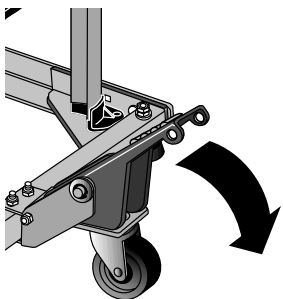

FIG. 10A
- Para mover la sierra, presione el pedal para enganchar el conjunto de rodaje (Fig. 10A). Ahora puede mover fácilmente la sierra a una posición nueva.